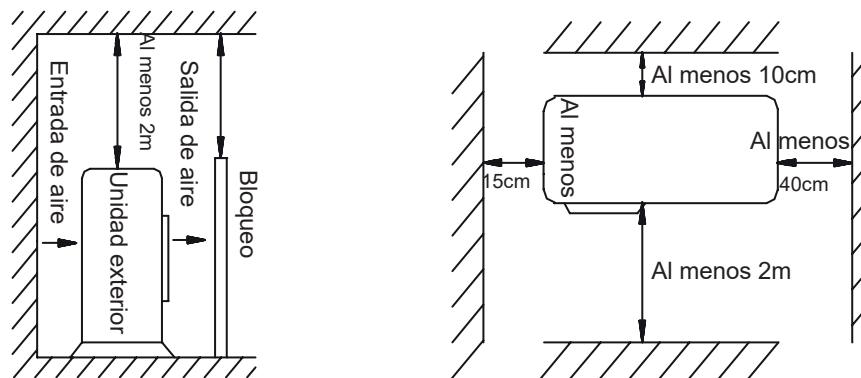

Fig.2
- La distancia de instalación debe ser requerida como muestra la Fig. 2.